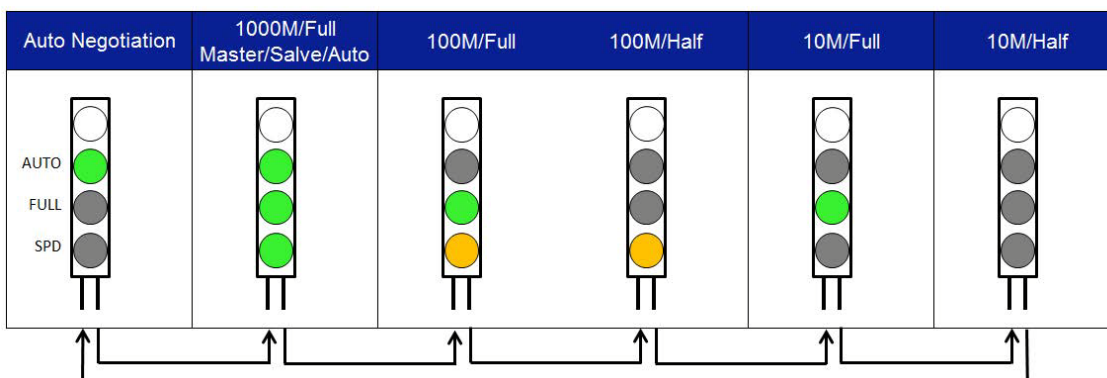

Рисунок 41. Конфигурация портов
3. Нажатием на кнопку MODE в течение не более чем 1 секунды выберите предустановленные параметры портов. Изменение конфигураций портов и соответствующая индикация индикаторами MODE при нажатии на эту кнопку показано на рис. 41 (начиная с режима автосогласования). При каждом
4. Нажатием на кнопку MODE в течение не более чем 1 секунды выберите предустановленные параметры портов. Изменение конфигураций портов при нажатии на эту кнопку показано на рис. 41 (начиная с режима автосогласования). При каждом нажатии на данную кнопку конфигурация порта последовательно меняется на следующую предустановку. Выберите нужную конфигурацию для порта.